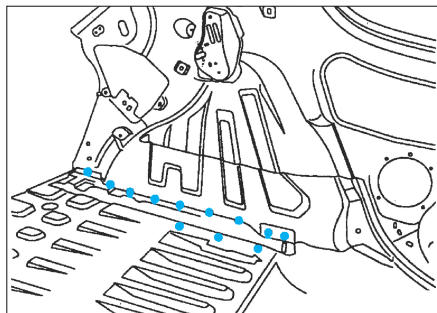

FIG. 155
- Souder par points bouchons au MIG et meuler (**Fig.155**),